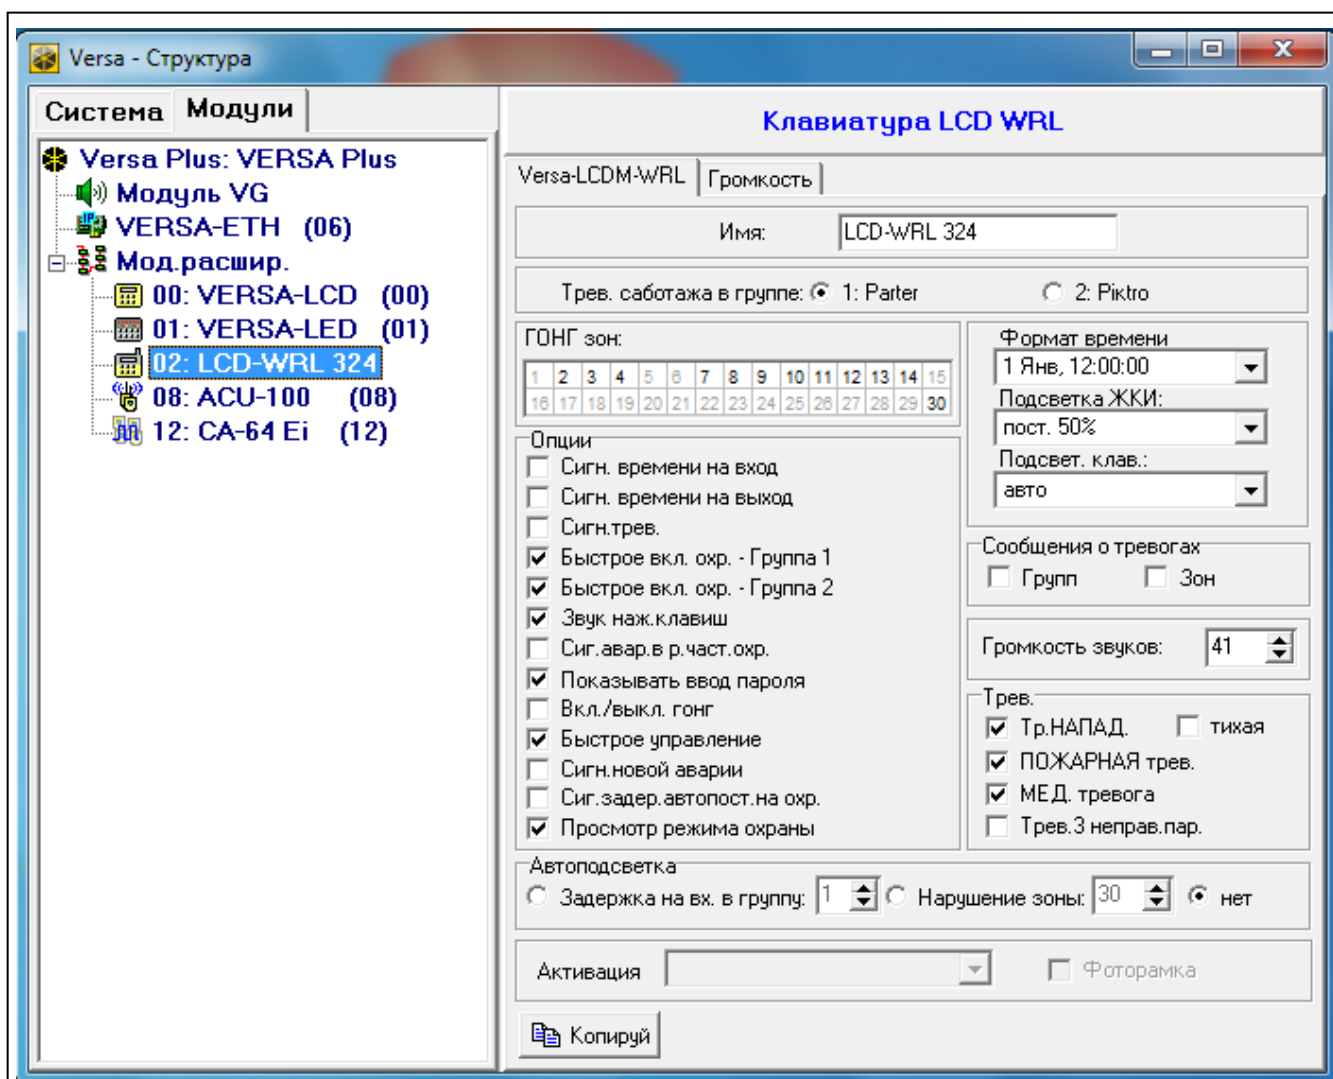

Рис. 4. Программа DLOADX: установки клавиатуры, которые хранятся в приемно-контрольном приборе.
- программа DLOADX: → окно «Versa – Структура» → закладка «Модули» → ветка «Модули расширения» → [название клавиатуры] (см.: рис. 4),